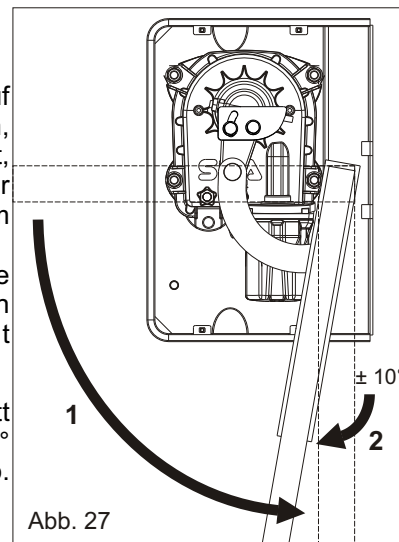

Abb. 27
6.3. Die Flügel komplett öffnen (1) und um ca. 10° wieder schließen (2) (Abb. 27).